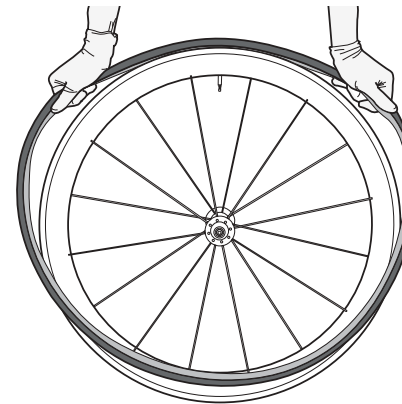

Figure 33.
6. En plaçant vos mains de part et d'autre de la valve, saisissez le boyau par la bande de roulement et les flancs et faites-le courir sur la jante en le poussant vers les bords de la jante (Figures 33 et 34).